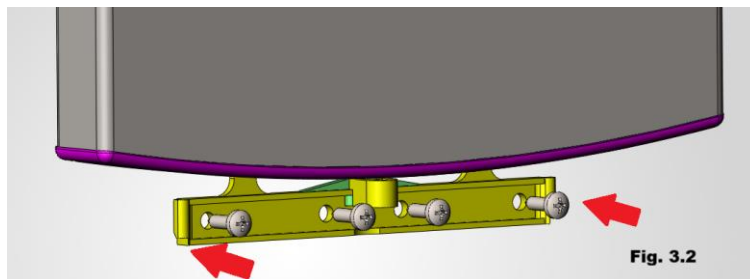

Fig. 3.2 — Fissaggio della staffa inferiore a parete (controllare la verticalità con livella)
4. Con la pulsantiera in posizione, verificare la verticalità con una livella a bolla (Fig. 3.2).
5. Fissare la staffa inferiore (Part. A) alla parete con i sistemi di ancoraggio idonei (Fig. 3.2).